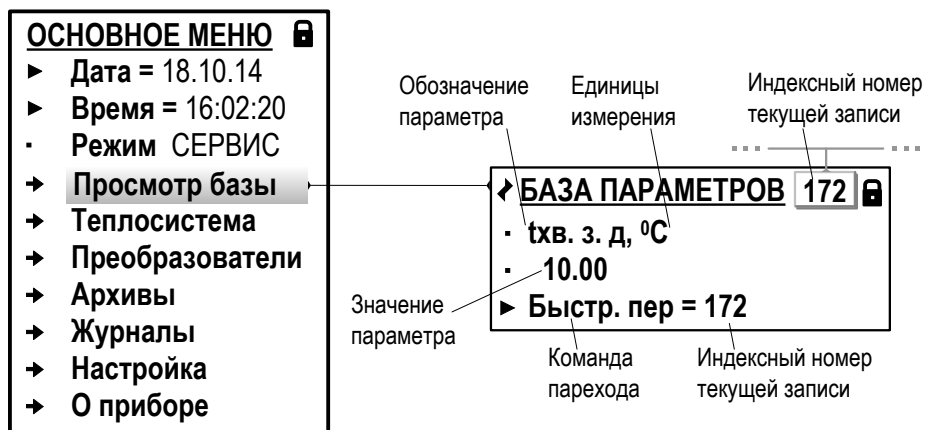

Рис.49. Вид окна индикации базы параметров.
7.4.1. Значения параметров, устанавливаемых в ТВ при настройке (либо устанавливаемых автоматически), фиксируются в базе, одно из окон индикации которой показано на рис.49.